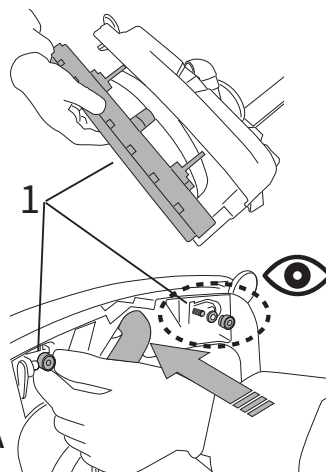

Fig.2A
- ・ フロントスキージを取り付けます (図2A、参照1)。